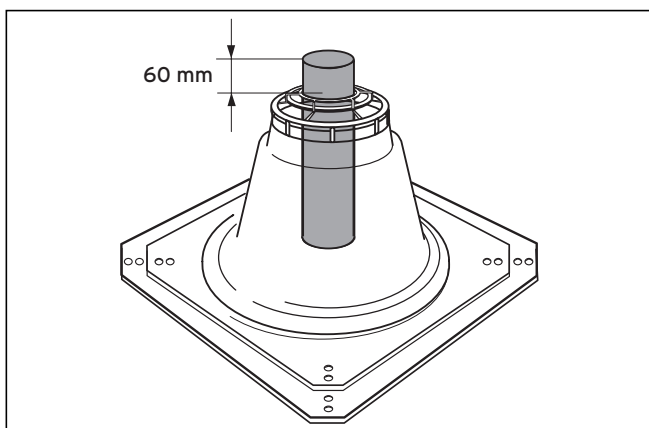

Abb. 5.26 Länge des oberen Abgasrohrs
- Kontrolle: Über dem Fuß des Schachtaufsatzes müssen 60 mm überstehen (siehe Abb. 5.26).
- Klemmen Sie die Haube des Schachtaufsatzes (1) über das obere Ende der starren Abgasleitung und drücken Sie sie fest auf.